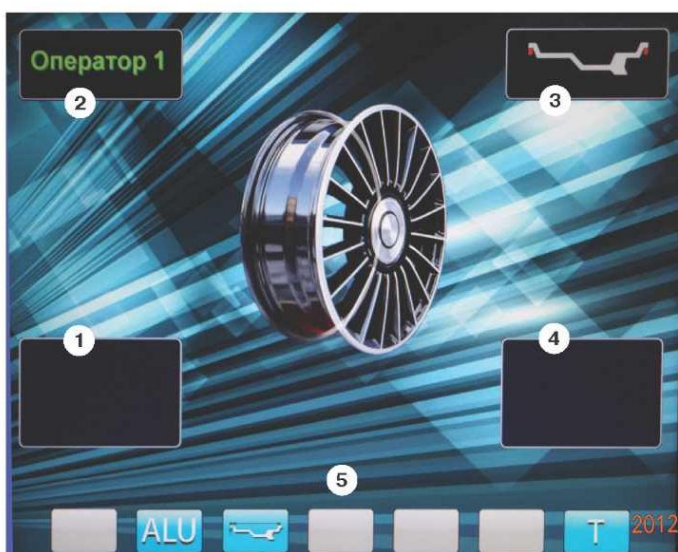

рис.8.2.
8.3. После включения питания СБ на экране монитора отображается фирменная заставка, которая через несколько секунд сменяется отображением экрана основного рабочего режима (рис. 8.2).
Для выбора схем расположения грузов в программах «ALU1-ALU5» необходимо, находясь в режиме основного рабочего экрана, нажать кнопку «ALU», при этом открывается окно схем установки грузов, отмеченных номерами рис.11.3. Если после введения размеров колеса установился экран ввода геометрических параметров, необходимо перейти в экран основного рабочего режима нажатием кнопки «STOP». Для выбора нужной схемы нажмите кнопку верхнего ряда клавиатуры с соответствующим номером. Выбранная схема установки грузов отображается в окне 3 экрана основного рабочего режима (рис. 8.2).
12.2. При включении СБ программа измерения дисбаланса настраивается таким образом, что дисбаланс менее 5г (заводская установка) на любой плоскости коррекции не показывается, в этом случае в окнах 1 и 4 (рис. 8.2)
12.3.4. Для проверки результатов балансировки снова запустите СБ. Если колесо отбалансировано правильно, на индикаторах 1 и 4 (рис. 8.2.) отображаются символы «OK».